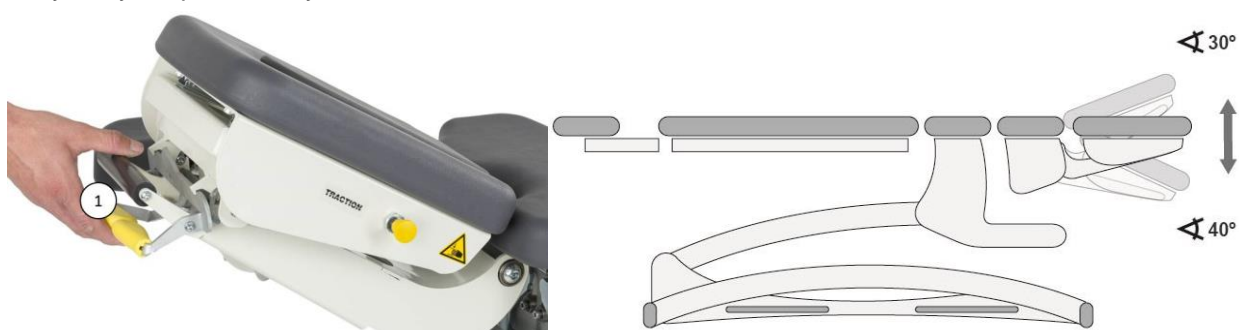

Bild 26: Extension/flexion av huvuddyna
För att använda extension/flexion håll in spaken (Bild 26 (1)) och justera huvudsektionen till önskat läge genom att lyfta/trycka på huvuddynan.